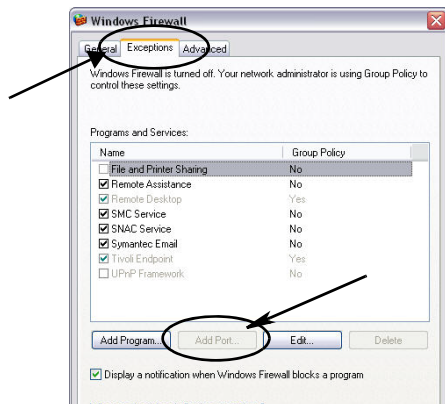

图 25
2. 如果还没有选定，单击“例外”选项卡显示内容（图 25）。
3. 单击“添加端口”按键（图 25）。